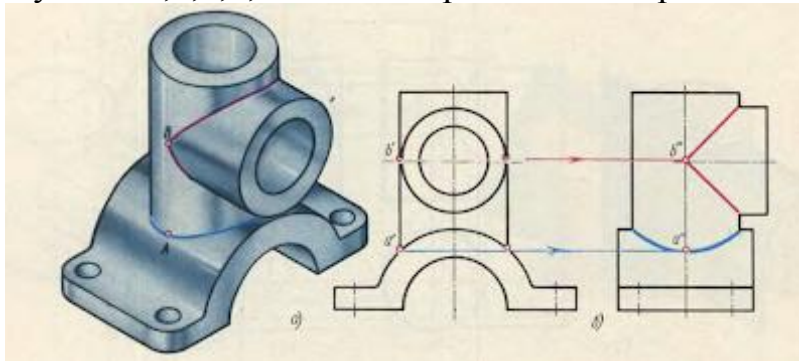

Рис.2
2. При пересечении прямого кругового конуса плоскостью получаются следующие сечения (рис. 2):
- две прямые (1);
- окружность (2);
- эллипс (3);
- парабола (4);
- гипербола (5).